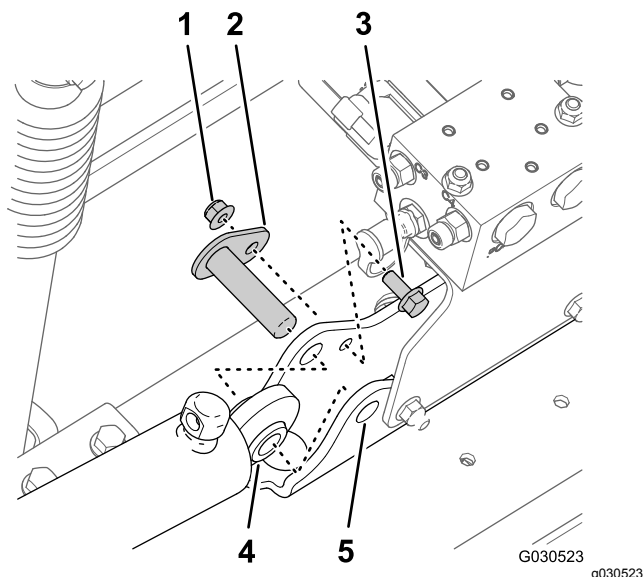

Figura 64
4. Retire la contratuerca con arandela prensada (5/16") y el perno con arandela prensada (5/16" x 3/4") que sujeta el pasador de giro al bastidor del cilindro (Figura 64).
5. Retire el pasador de giro y el cilindro de elevación de la máquina (Figura 64).